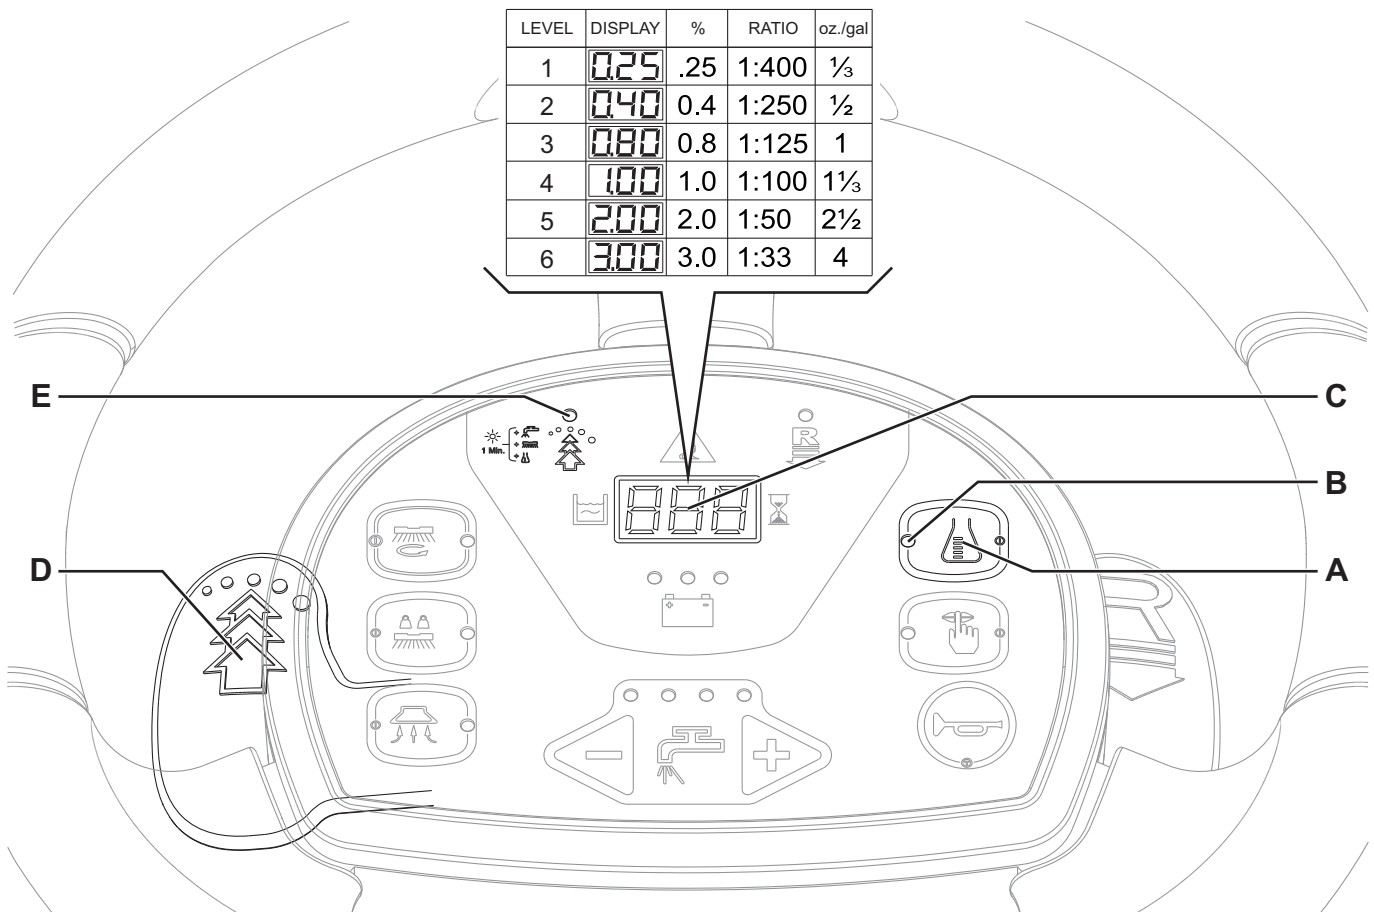

Abbildung 4
Zum Einschalten der Anlage für die Zumischung von Reinigungsmittel zum Waschwasser Einstellschalter Reinigungsmittelanteil (A, Abb. 4) betätigen: Leuchtet die LED (B), wird dem Waschwasser Reinigungsmittel zugefügt.
1. Einstellschalter des Reinigungsmittelanteils (A) deaktivieren [die LED (B) muss aus sein].
2. Einstellschalter Reinigungsmittelanteil (A) gedrückt halten, bis die LED (B) zu blinken beginnt.
3. Schalter (A) loslassen. Schalter erneut kurz betätigen, um zur nächsten auf der Anzeige (C) angegebenen Konzentration gemäß Tabelle auf Abbildung 4 zu gelangen. Schalter sofort betätigen, bis die gewünschte Einstellung erreicht ist.
4. Warten, bis die LED (B) aufhört zu blinken: Die neue Konzentration ist eingestellt.
Hebel EcoFlex™ (D, Abb. 4) immer dann nach oben ziehen, wenn kurzfristig eine größere Reinigungskraft benötigt wird.